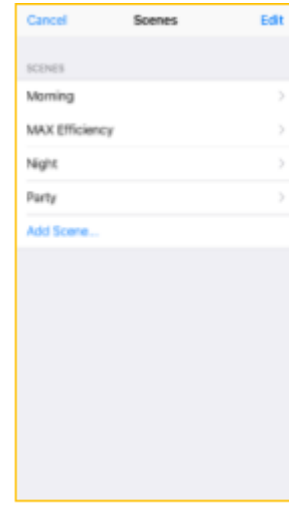

Figure 58
**10.13.5.** Edit the required scenario according to para. 10.10.3.-10.10.5. (Fig. 58).